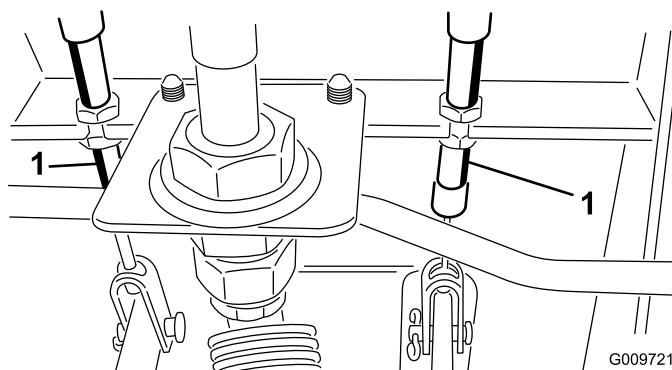

Figura 48
- A. Afloje la tuerca delantera del extremo roscado del cable de freno (Figura 48).